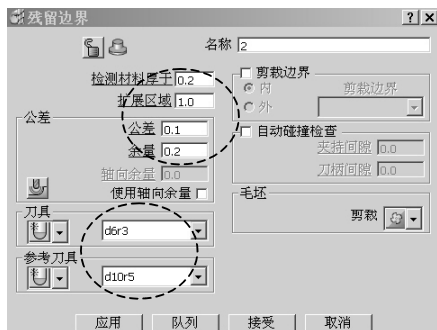

图 7-49 设置残留边界参数
1) 创建第二次半精加工边界：在 PowerMILL 资源管理器中，右击“边界”树枝，在弹出的快捷菜单条中选择“定义边界”→“残留”，打开“残留边界”对话框，按图 7-49 所示设置参数。